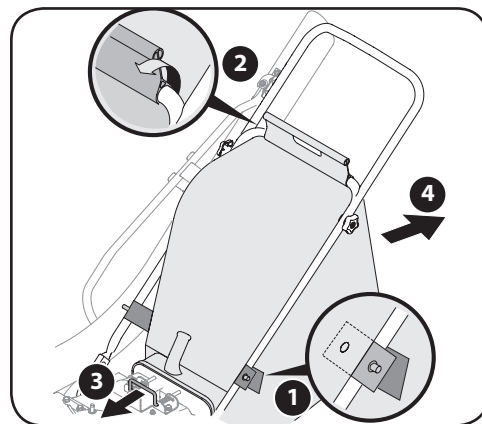

Figura 4-2
2. Suelte el broche de la bolsa a presión de la parte superior de la manija inferior. Vea la Figura 4-2.